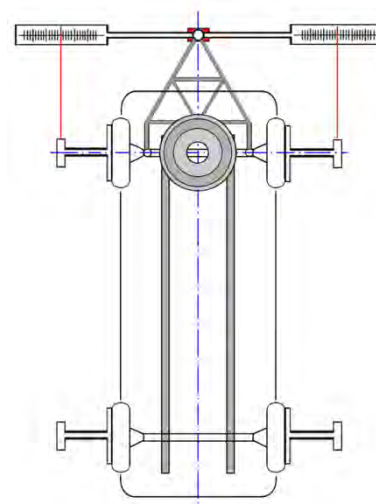

Рис. 25
- Направьте лазерные измерительные головки, соответственно, слева и справа на шкалы схождения на дышле. (Рис. 25)